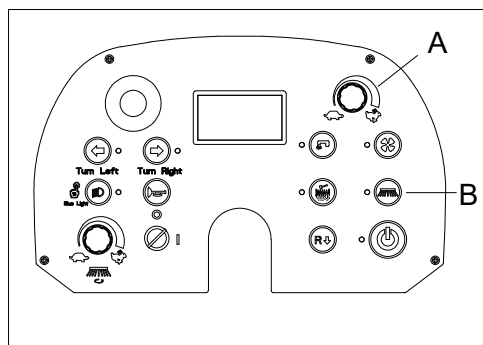

Figura 27
- Reglați butonul de reglare a vitezei (A, Figura 27) pentru a minimiza viteza de deplasare.
- Apăsați butonul periei laterale (B, Figura 27) pentru a coborî peria laterală și porniți-o timp de aproximativ un minut prin apăsarea pedalei de accelerație.